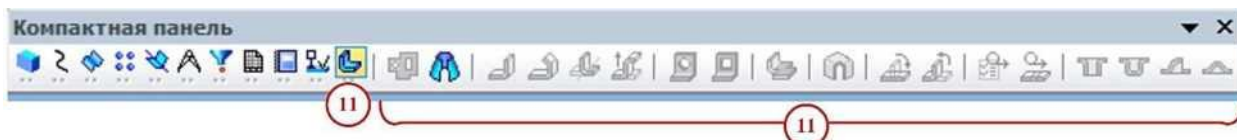

Рисунок 15 Инструментальная панель Элементы листового тела
- кнопка вызова панели **Элементы листового тела II**, рисунок 15, на которой расположены кнопки вызова команд построения листового тела и листовых элементов;